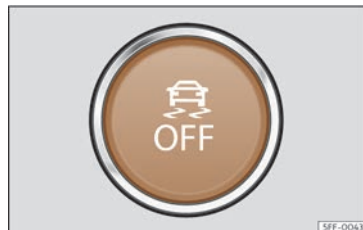

Abb. 97 Im unteren Bereich der Mittelkonsole: Taste zum Ein-/Ausschalten von ESC (je nach Version).
- Zum Ein- und Ausschalten von ASR, kurz die Taste  in der Mittelkonsole drücken >>> (Abb. 97).
- Zum Ein- und Ausschalten von ESC im Modus „Sport“, kurz die Taste  in der Mittelkonsole drücken >>> (Abb. 97).
- Zum Ein- und Ausschalten von ESC, die Taste  in der Mittelkonsole länger drücken >>> (Abb. 97).